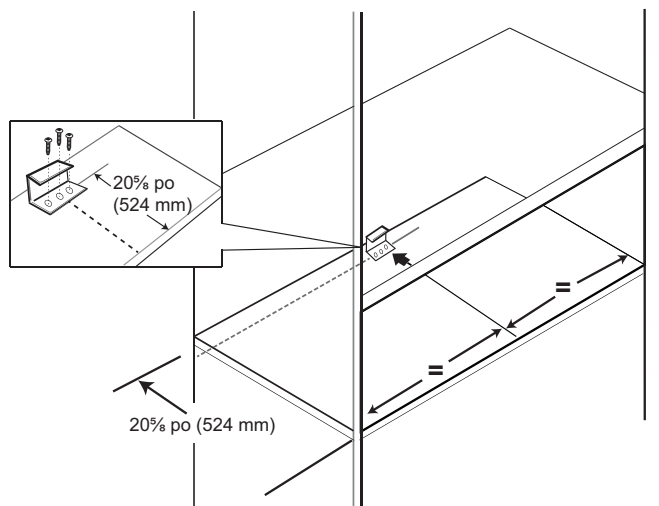

Figure 8 : Emplacement du support antibasculement
3. Placez le support antibasculement sur la planche inférieure de l'ouverture du cabinet, à 20-5/8 po (524 mm) du bord du cabinet, centré selon les dimensions de chaque modèle, *comme illustré sur la Figure 8*.
- Fixez-le à l'aide de trois (3) vis cruciformes de 3/4 po (3,175 mm) (incluses).